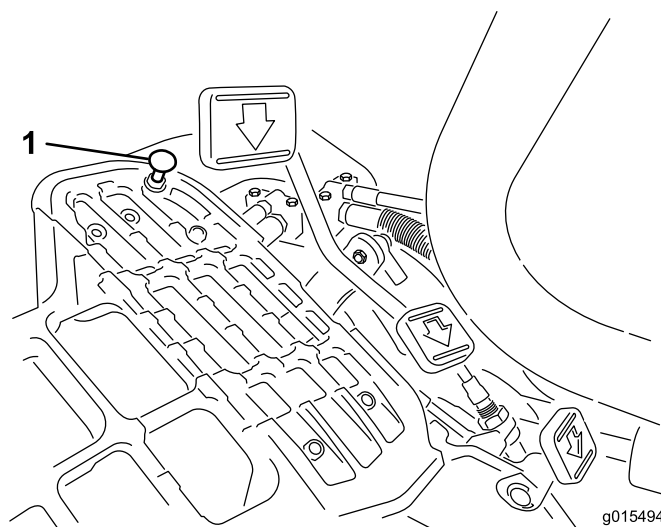

Figura 49
Premete il comando della trazione. Se il pedale tocca il fermo (Figura 49) prima che avvertiate la tensione sul cavo:
1. Allentate i dadi di bloccaggio flangiati che assicurano il fermo del pedale al pianale (Figura 49).